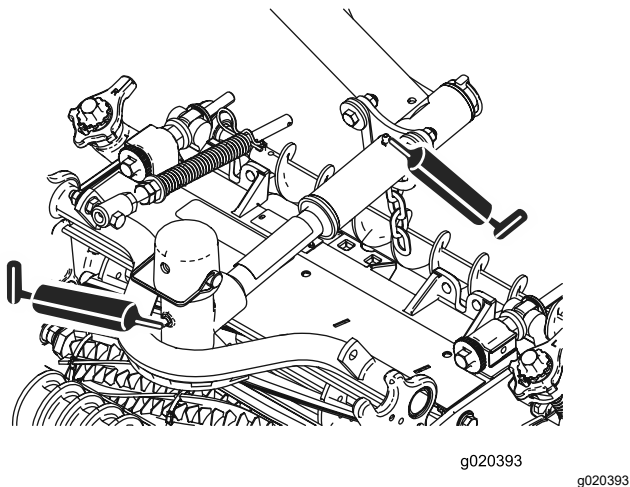

Figura 57
- Pivotes de las unidades de corte (2 en cada); consulte la Figura 57.